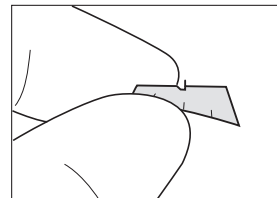

図2
4. 腕部を瞼裂内に、手甲部が結膜に触れるように、第一スリットを含めて上方(腕部)を掴み、山折を深くする。(図2)